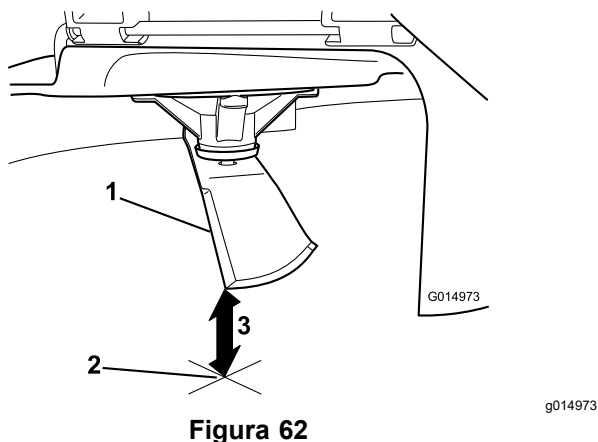

Figura 62
5. Măsurați de la vârful lamei până la suprafața plană (Figura 62).